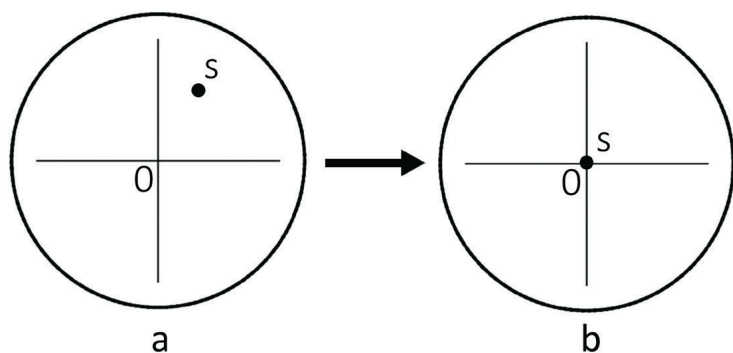

Рис. 16. Настройка положения изображения объекта.
-Наблюдая объект через окуляры (окуляр), найдите в поле зрения отличительную деталь изображения, которую легко идентифицировать, например, точку S на рис. 16а.
-Переместите объект так, чтобы точка S оказалась в центре поля зрения, рис. 16б. Для этого вместо обычного препарата удобно использовать калибровочный слайд и окуляр с перекрестием.